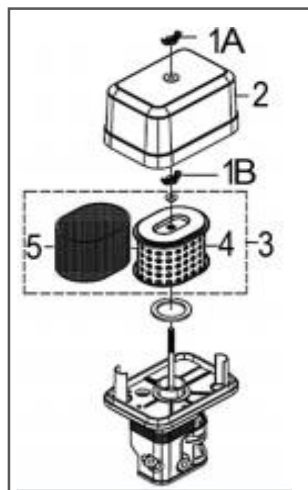

Рис. 21 Обслуживание воздушного фильтра T-60, T-80, T-90, T-100
1. Открутите барашковую гайку 1А и снимите крышку 2 воздушного фильтра (Рис. 21).
2. Открутите барашковую гайку 1В и извлеките из корпуса воздушный фильтр 3 в сборе (Рис. 21).
3. Проверьте целостность и чистоту фильтрующих элементов. Поролоновый (предварительный) фильтрующий элемент 5 установлен на корпусе бумажного фильтрующего элемента 4 (Рис. 21).
4. При незначительном загрязнении промойте поролоновый фильтрующий элемент 5 (Рис. 21) теплым мыльным раствором и просушите. Поврежденный или сильно загрязненный поролоновый фильтрующий элемент замените.